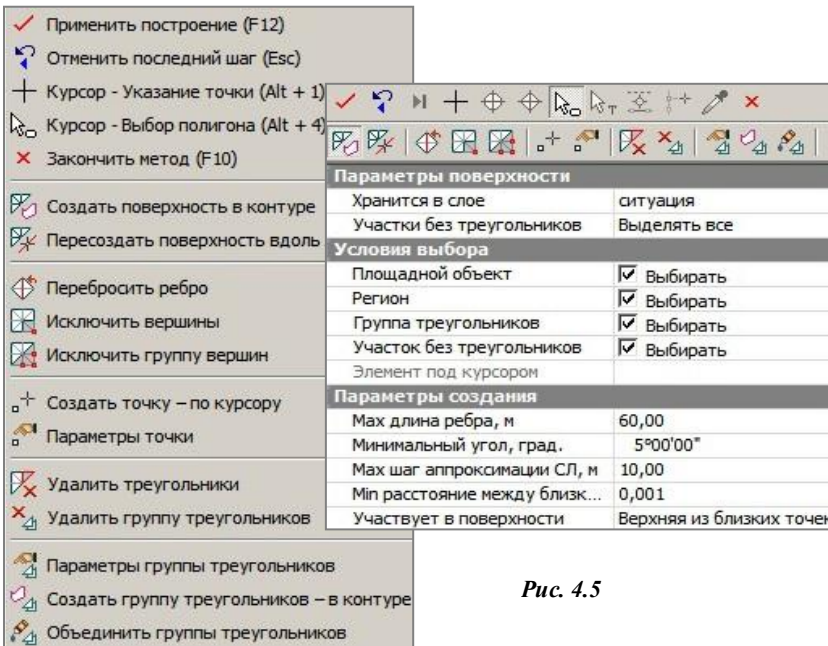

Рис. 4.5
По правой кнопке мыши по умолчанию вызывается контекстное меню построения (рис. 4.5).
1. В обычных построениях в контекстном меню выводятся команды стандартной панели инструментов и дополнительной панели при её наличии (рис. 4.5);